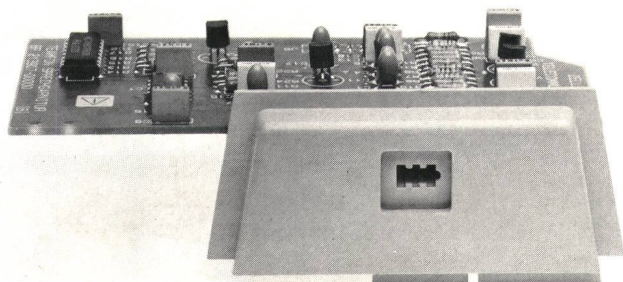

Fig. 12
- Sprechgarnitur-Interface (Fig. 12)
- interface de garniture de conversation (fig. 12)